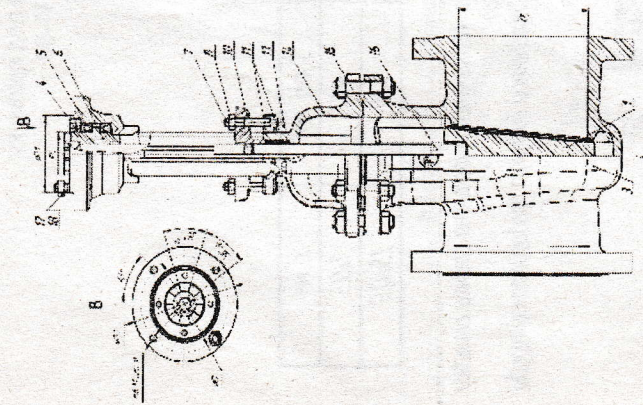
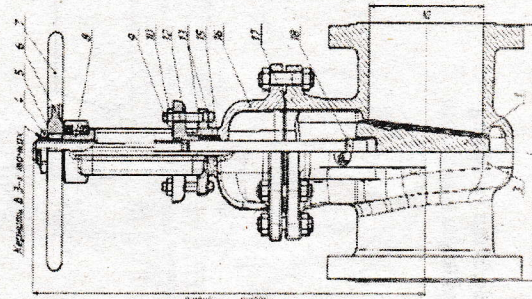

Рисунок 1
Рисунок 2
3.1 Задвижки состоят из следующих основных частей (см. рисунок 1,2):
3.2 Маховик через гайку шпинделя (задвижка с ручным управлением, рисунок 2 или приводной вал электропривода, редуктора через гайку шпинделя кулачковую - полушфту (задвижка под электропривод или с редуктором, рисунок 1) сообщает шпинделю поступательное или вращательное движение.